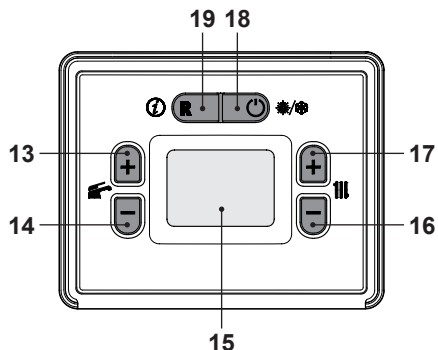

Figura 6.6
- Premere il tasto 18 (Figura 6.6) fino a far apparire sul display LCD le lettere **OFF** (Figura 6.5).